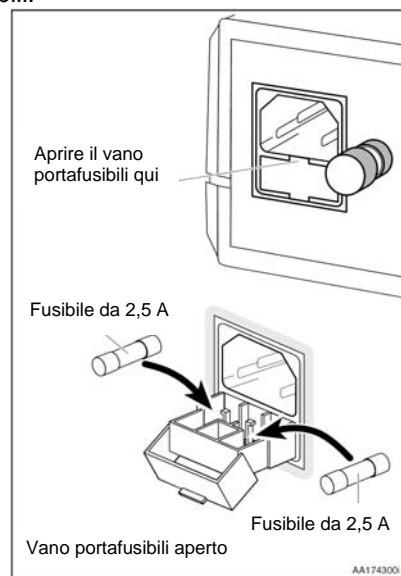

Figura 4. Sostituzione dei fusibili nelle unità internazionali
2. Aprire il vano portafusibili, come illustrato nella Figura 4.